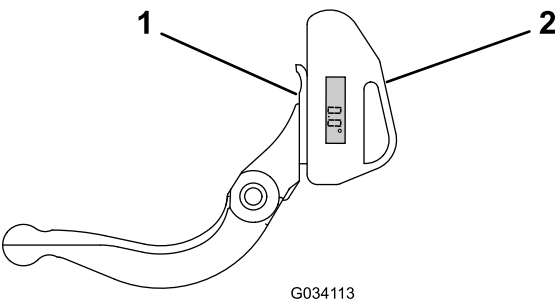

Figura 28
1. Coloque el indicador de ángulo en el lado inferior de la contracuchilla, según se muestra en Figura 28.